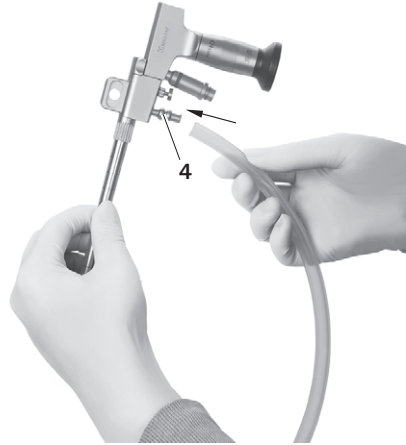

Abb. 20
- ▶ Spülschlauch mit Spülanschluss **4** verbinden, siehe Abb. 20.